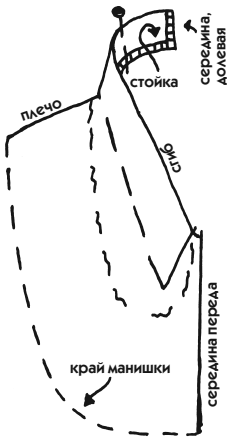

Рис. 389
• Приколите воротник к срезу горловины от А до В и перегните его так, чтобы он разместился вокруг шеи (см. рис. 389). Сгиб воротника окажется чуть ниже половины высоты воротника. Край слегка виден из-под стойки (заштрихованная часть). Обратите внимание на булавку, которая удерживает спинную часть в правильном положении.
- Переведите начерченные на лекале манишки концы воротника и наметьте оставшуюся линию отлета воротника доверху (на рис. 389 контур воротника показан крупным пунктиром).